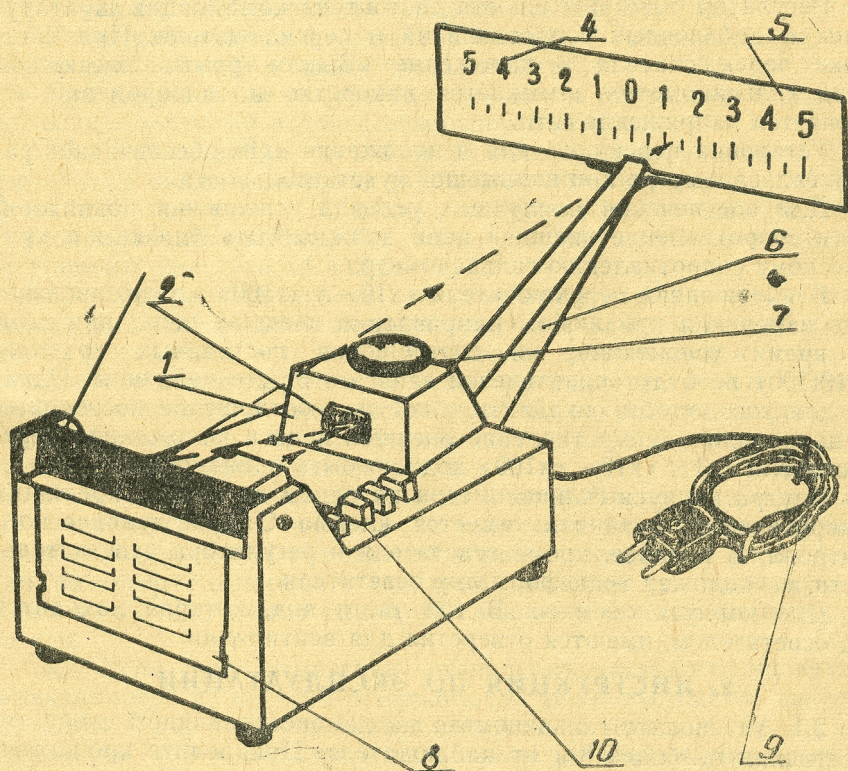

Рис. 1. Внешний вид гальванометра
Измерительный механизм закреплен в специальном гнезде и закрыт литой металлической крышкой 1 (рис. 1).
Ход светового луча на рис. 1 обозначен штриховой линией. Наружное зеркало может поворачиваться вокруг оси, что обеспечивает регулировку положения светового указателя на шкале в вертикальном направлении.
2.1. Установите гальванометр на демонстрационном столе, на расстоянии не более 8 м от наблюдателя. Прикрепите кронштейн к корпусу гальванометра винтами. Установите на кронштейне циферблат так, чтобы выбранная шкала была обращена к лучу света, отраженному от наружного зеркала (рис. 1).